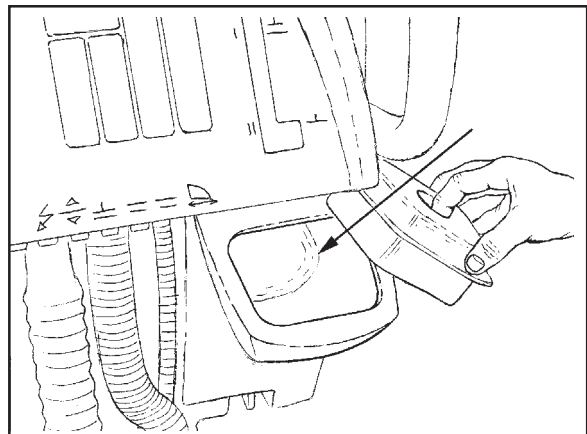
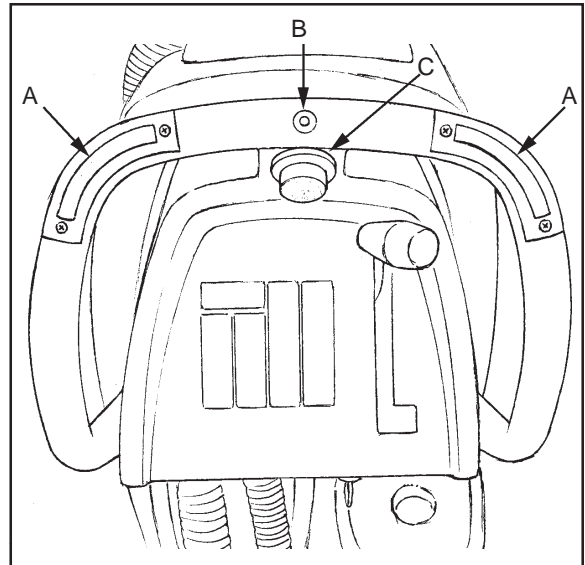

Abb. 27
Abb. 28
Der Laugentank wird von der Rückseite der Maschine gefüllt (siehe Abb. 27). Befolgen Sie beim Füllen des Laugentanks dieses Verfahren:
5. Wenn entweder der rechte oder linke Vorwärts-/Rückwärts-Schalter gedrückt sind (Abb.28, Punkt A), bewegt sich die Maschine vorwärts (nur Modelle "L").
6. Kontrollieren Sie die Geschwindigkeit der Traverse durch Verwendung des Geschwindigkeitskontrollknopfes (nur Modelle "L") (Abb.28, Punkt C).
8. Zum Rückwärtsfahren der Maschine drücken Sie den weißen Rückwärtsknopf hinein (Abb.27, Punkt B) und gleichzeitig entweder den linken oder rechten Vorwärts-/ Rückwärts-Schalter (Abb.28, Punkt A) (nur Modelle "L").